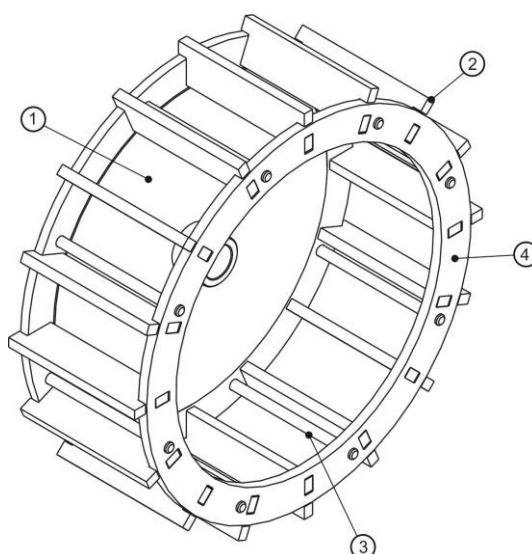

Рис. 8 Делительный ротор динамического воздушно-центробежного классификатора
Делительный ротор (Рис.8) состоит из диска (1) с прямоугольными пазами и сварной втулкой, сменных лопастей (2), кольца (3) с прямоугольными пазами, стяжных болтов (4).